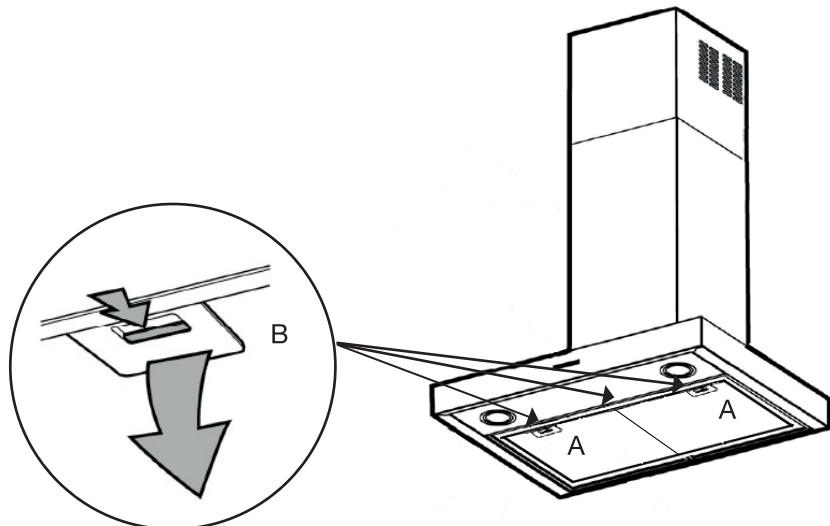

Abbildung 8
- Entfernen Sie die Fettfilter wie im vorherigen Abschnitt beschrieben (Abb. 8).